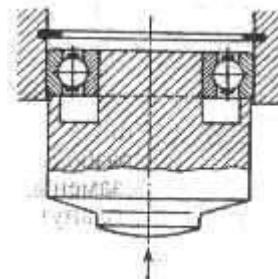

Рис. 91. Приспособление для установки и выпрессовки подшипников
2. Укрепить универсальный съемник на одной из половин картера (как для разъединения картера) и вставить в подшипник приспособление (рис. 91) для выпрессовки (и запрессовки) подшипников. Затем ввинтить болт съемника до упора в приспособление.
2. Установить между наружным коренным подшипником и болтом универсального съемника, укрепленного на картере, приспособление для выпрессовки (и запрессовки) подшипников (см. рис. 91).
4. Надеть подшипник на приспособление, см. рис. 91. Для облегчения установки подшипника наружную обойму нужно смазать маслом, применяемым для смазки двигателя.
- b. надев лабиринтное уплотнение на оправку, см. рис. 91, и смазав его посадочную поверхность моторным маслом, точным и быстрым движением посадить уплотнение в гнездо картера до упора в стопорное кольцо. Если лабиринтное уплотнение не дошло до конца, то возможно при недостаточном нагреве картера, следует немедленно попытаться дослать его до конца, легко ударяя по оправке молотком или киянкой.